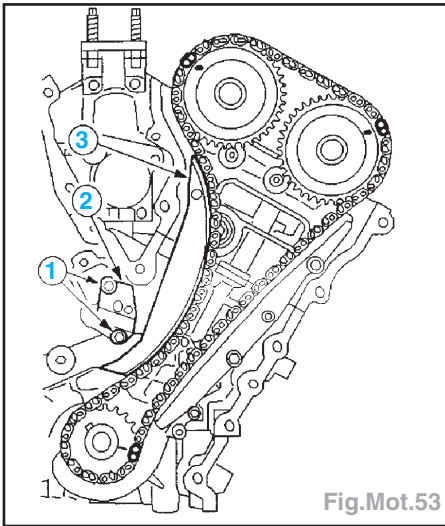

Fig.Mot.53
- Déposer les vis (1) de fixation de tendeur de chaîne de distribution (Fig.Mot.53).